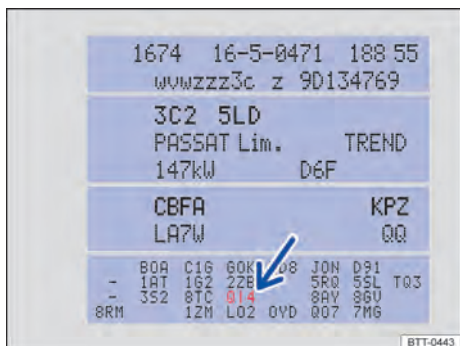

Fig. 244 Etiqueta de dados do veículo com número PR do respectivo serviço (Representação esquemática).
- No número PR da etiqueta de dados do veículo → Fig. 244 (seta) → Página 370.